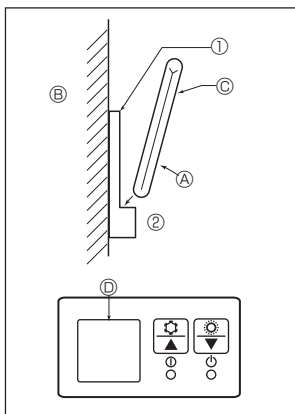
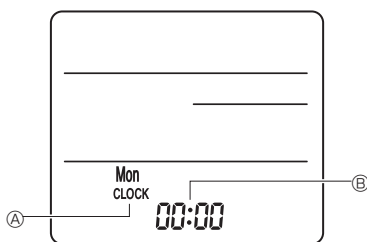

Fig. 6-7
Fig. 6-8
2) Méthode d'installation (Fig. 6-7)
- ① Attachez le support de la télécommande à l'endroit voulu à l'aide de 2 vis à taraud.
- ② Mettez la partie inférieure de la télécommande dans le support.
3) Réglage (Réglage de l'horloge) (Fig. 6-8)
- ① Insérez les piles ou appuyez sur la touche ● CLOCK à l'aide d'un objet pointu. [CLOCK] (HORLOGE) Ⓐ et [:] Ⓑ clignotent.
- ② Appuyez sur la touche de réinitialisation RESET ● à l'aide d'un objet pointu.
- ③ Appuyez sur les touches de réglage ⏮ ⏭ pour régler l'heure. Appuyez sur la touche [DAY] pour régler le jour.
- ④ Pour terminer, appuyez sur la touche ● CLOCK à l'aide d'un objet pointu. [CLOCK] (HORLOGE) et [:] s'allument.